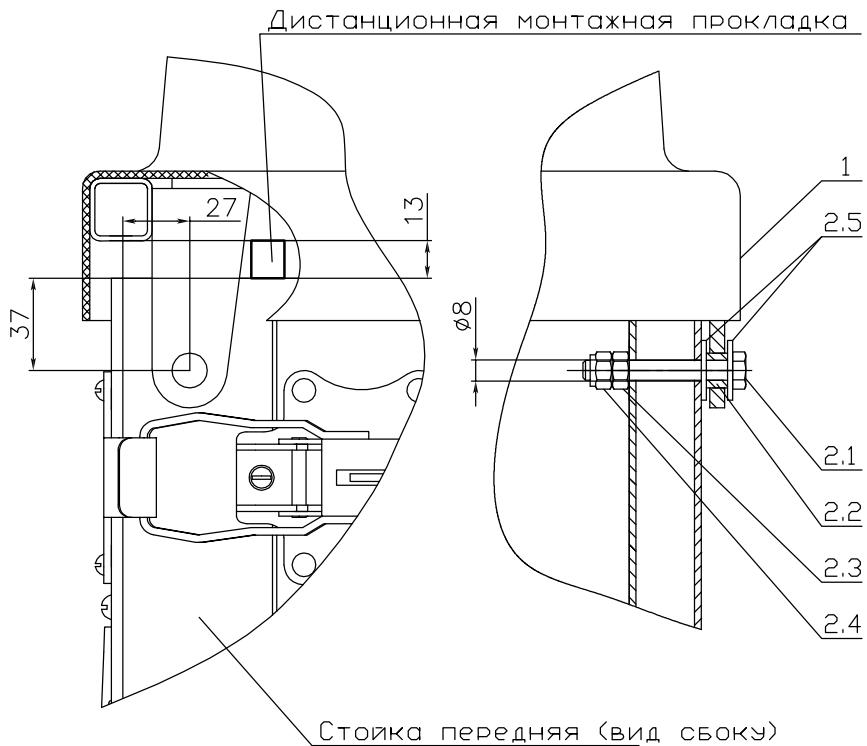

Рисунок 1.
3. Приподнять переднюю часть крышки и положить между, боковым бортом прицепа и боковой частью рамки крышки дистанционные монтажные прокладки толщиной 13мм (рис. 1).
4. Сдвинуть крышку так, чтобы центры отверстий петель оказались в 27 мм. от края передней стойки, как показано на рис. 1.
5. Вставить в петли крышки втулки 2.2 и просверлить через них отверстия Ø8мм, в передних стойках прицепа (рис. 1).
6. Установить в соответствующем порядке втулку 2.2, шайбы 2.5, болт 2.1 и гайки 2.3 и 2.4 как показано на рис. 1.